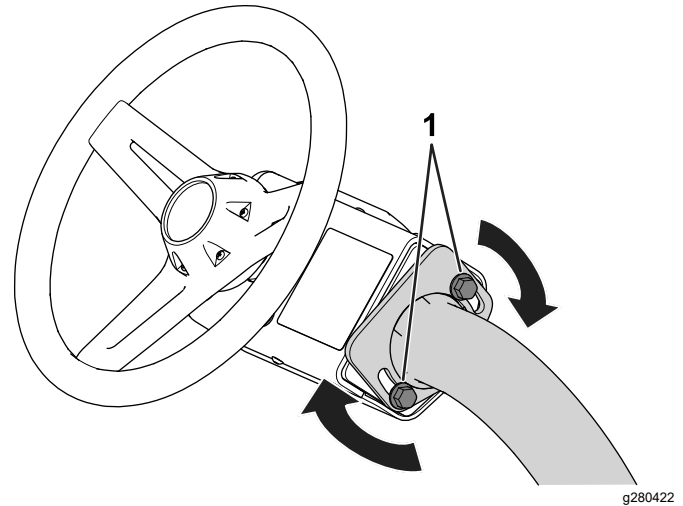

Figura 26
1. Slăbii uruburile (Figura 26) care fixează ansamblul volanului pe braul de direcție.
3. Strângei uruburile (Figura 26) pentru a fixa ansamblul volanului în poziia ajustată.